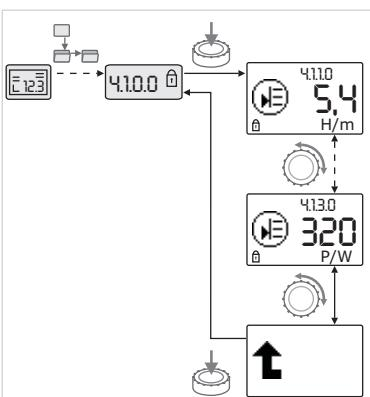

Fig. 43: Accesarea informațiilor
- Prin rotirea butonului de comandă comandați elementele de meniu de tipul „Informație” ale submeniului actual (vezi Fig. 43). Pentru legenda setărilor reprezentate prin simboluri, vezi tabelul din capitolul 8.7 „Referință Elemente de meniu” la pagina 37.